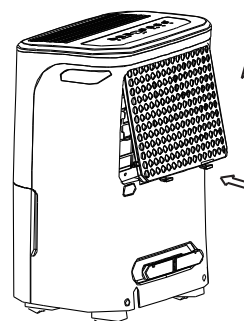

Imagen 10
- Inserte el filtro de aire en la unidad desde abajo hacia arriba. Ver Imagen 10.